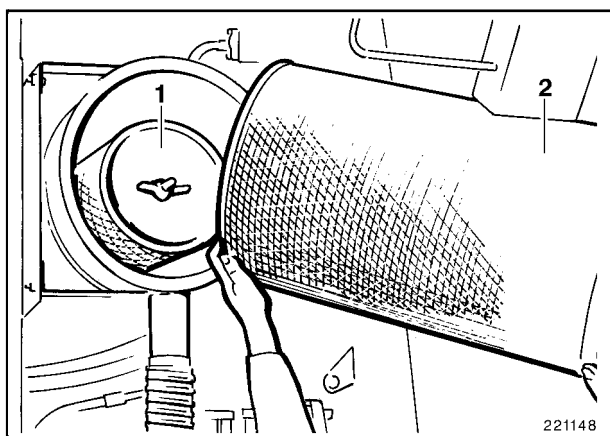
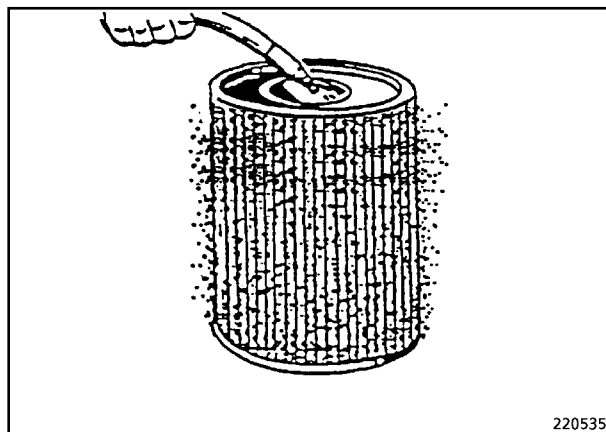

Fig. 3
Fig. 4
- Sacar cuidadosamente el elemento filtrante (2, Fig. 3) de la caja del filtro de aire.
- El elemento filtrante de seguridad (1) quedará instalado.
- Limpiar el elemento filtrante con aire comprimido de una presión de menos de 6 bar (87 psi). Introducir la tobera de aire comprimido (Fig. 4) y mantenerla a una distancia de unos 3 cm (1.18") del papel.